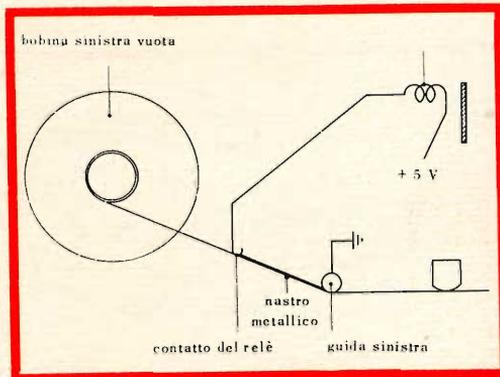

Fig. 2 - Esempio di arresto automatico (soluzione a, fine nastro).
2) Nel momento in cui la bobina di sinistra è praticamente vuota il nastro passa sulla guida di sinistra e contemporaneamente sul contatto d'arresto automatico. La parte metallizzata alla fine del nastro può, allorché passi sul contatto e sulla guida di sinistra, mettere in funzione il circuito del relé azionando l'arresto automatico dello svolgimento del nastro (fig. 2).